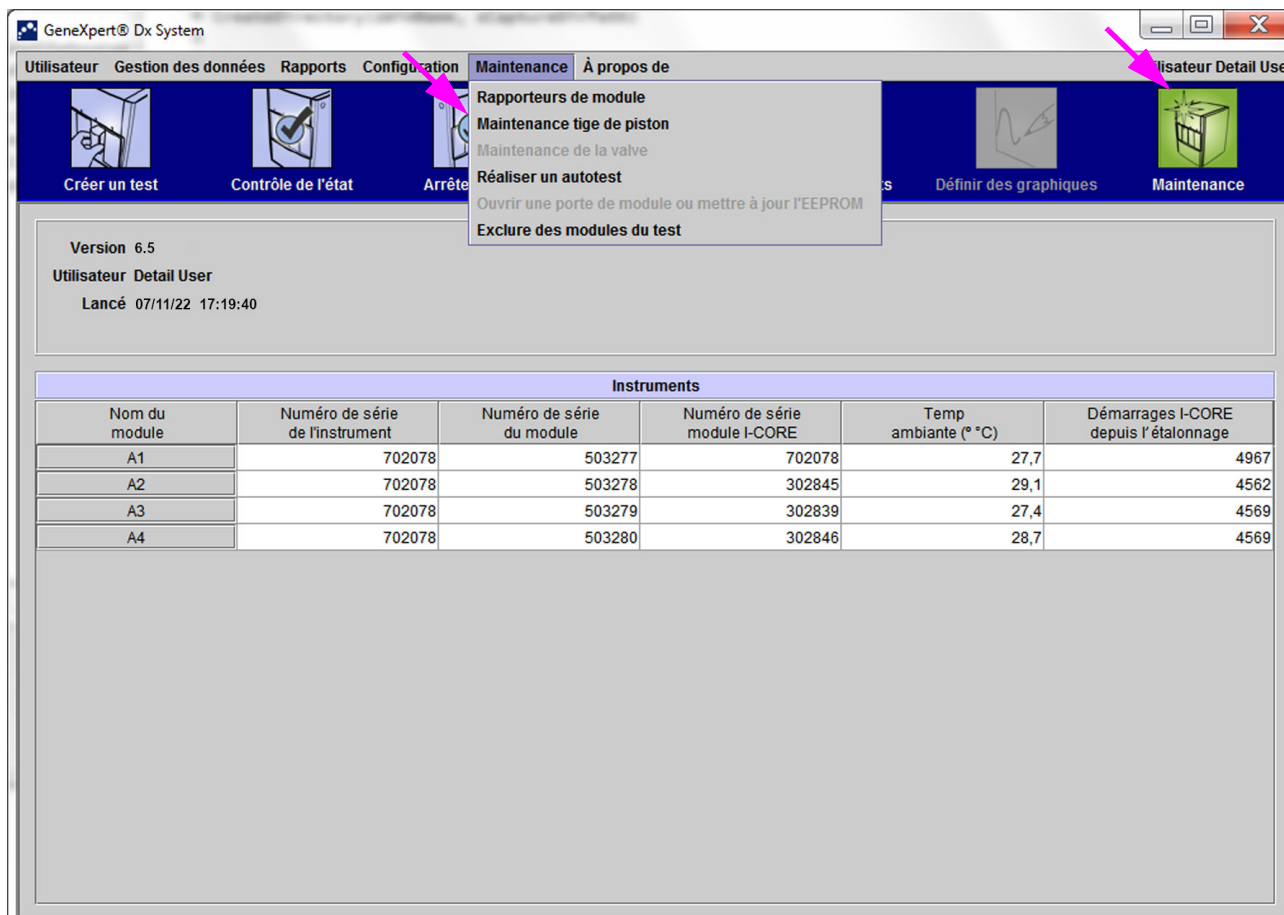
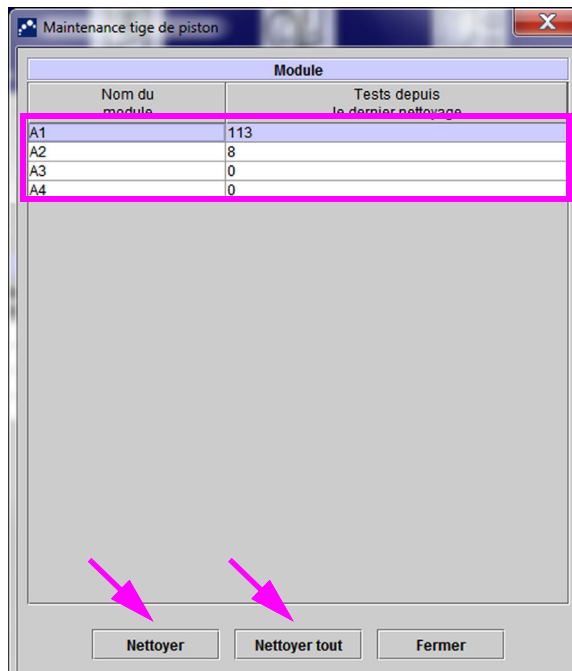
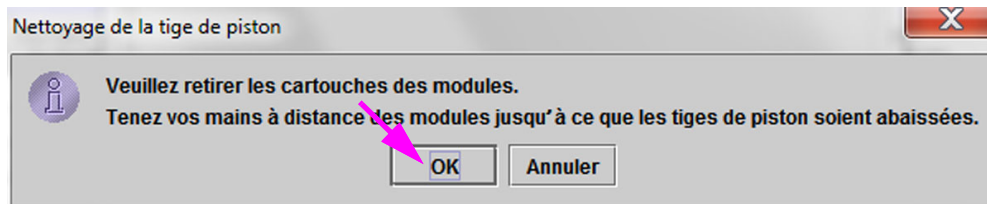

Figure 9-2. Fenêtre GeneXpert Dx System
Figure 9-3. La boîte de dialogue Maintenance tige de piston
Figure 9-4. Boîte de dialogue Nettoyage de la tige de piston
2. Dans la fenêtre GeneXpert Dx System, cliquez sur l'icône **Maintenance** (cf. Figure 9-2). L'écran **Maintenance** s'affiche.
3. Cliquez sur **Maintenance** dans la barre de menus (cf. Figure 9-2), puis sélectionnez **Maintenance tige de piston**. La boîte de dialogue **Maintenance tige de piston** s'affiche. Voir Figure 9-3.
4. Dans le tableau **Module**, sélectionnez le(s) module(s) à nettoyer, puis sélectionnez **Nettoyer** ou **Nettoyer tout** (cf. Figure 9-3). La boîte de dialogue Nettoyage de la tige de piston s’affiche (cf. Figure 9-4).